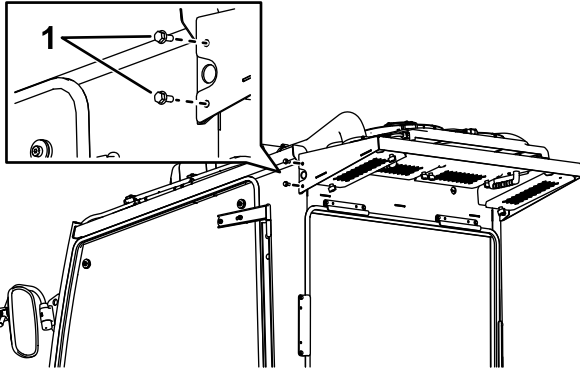

Bild 4
- Entfernen Sie die beiden Schrauben hinter der linken Türe der Kabine, wie in Bild 4 dargestellt.